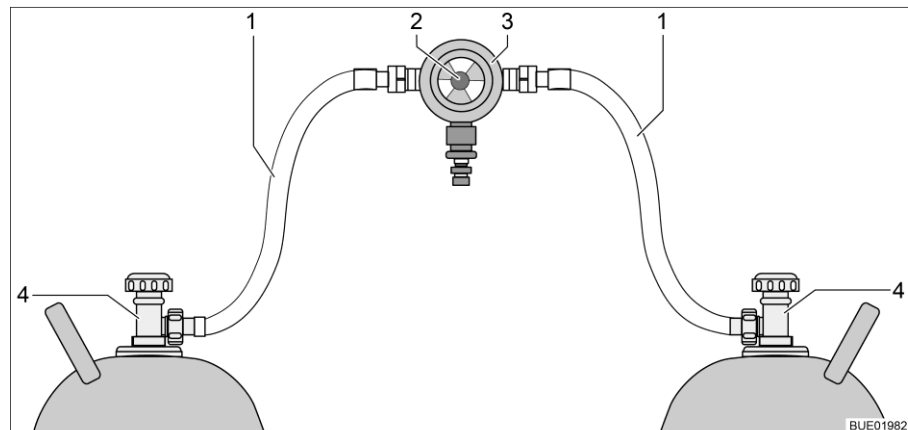
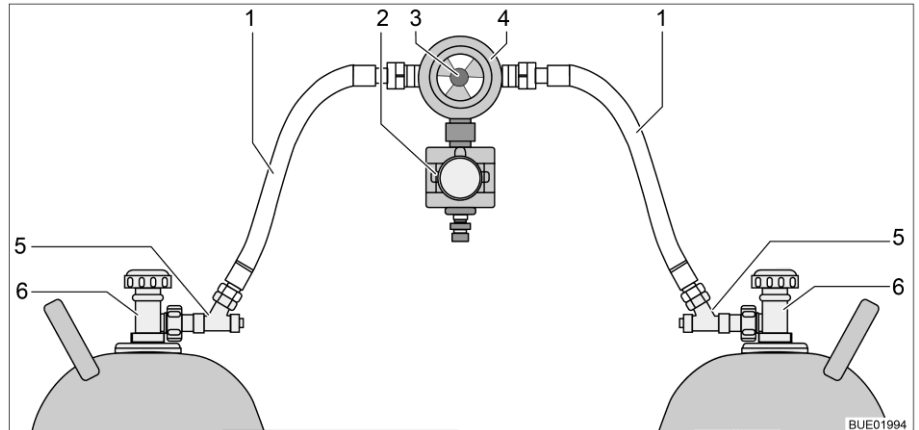

Bild 111 Gasflaschen-Umschaltanlage
Bild 112 Gasflaschen-Umschaltanlage mit CPU
Die Gasflaschen-Umschaltanlage besteht aus einem kombinierten Gasdruckregler mit Umschaltventil und Anzeige (Bild 111,3). Die Gasflaschen-Umschaltanlage ist zwischen den beiden Gasschläuchen (Bild 111,1) montiert.
Die Gasflaschen-Umschaltanlage besteht aus einem kombinierten Gasdruckregler mit Umschaltventil und Anzeige (Bild 112,4) und einem Elektroventil (Bild 112,2). Das Elektroventil sperrt bei Vollbremsung, Unfall oder ungewöhnlich großer Schräglage die Gaszufuhr zum Fahrzeug. Die Gasflaschen-Umschaltanlage ist zwischen den beiden Gasschläuchen (Bild 112,1) mit Schlauchbruchsicherungen (Bild 112,5) montiert.
Mit dem Drehknopf (Bild 111,2 bzw. Bild 112,3) an der Gasflaschen-Umschaltanlage lässt sich bestimmen, welche der Gasflaschen als Betriebsflasche und welche Gasflasche als Reserveflasche verwendet wird.
An der Bedieneinheit (Bild 113) können nur die elektrischen Funktionen geschaltet werden. Die Haupt-Absperrventile der Gasflaschen (Bild 111,4 bzw. Bild 112,6) müssen von Hand geöffnet oder geschlossen werden.
- Haupt-Absperrventile an den Gasflaschen (Bild 111,4 bzw. Bild 112,6) öffnen.
- Schlauchbruchsicherungen (Bild 112,5) nacheinander 10 Sekunden lang drücken.
- Mit dem Drehknopf (Bild 111,2 bzw. Bild 112,3) an der Umschaltanlage die Gasflasche wählen, der vorrangig das Gas entnommen werden soll (Betriebsflasche). Drehknopf immer bis zum Anschlag drehen.
- Haupt-Absperrventile an den Gasflaschen (Bild 111,4 bzw. Bild 112,6) schließen.